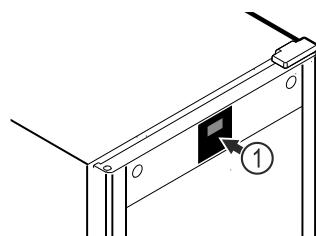

Fig. 51 Приближене відображення
Термометр вже відкалибровано на заводі-виробнику (відхилення +6 K). Якщо температура всередині відрізняється від індикації температури Fig. 51 (1), можете відкалибрувати термометр.